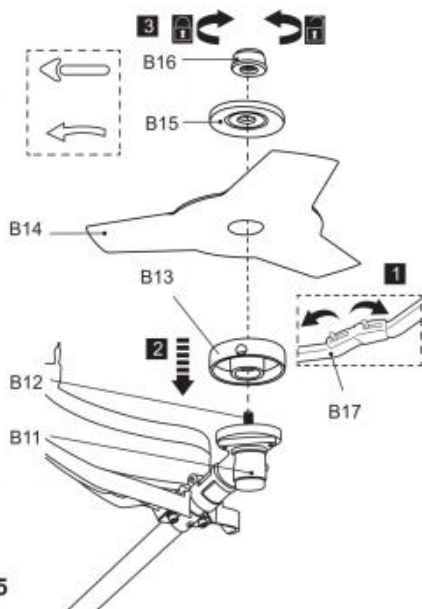

Fig. 5
7) Draai de moer (B16) linksom vast om het snijblad te bevestigen, terwijl u de spindel (B12) vergrendelt met de inbussleutel (E5). Verwijder daarna de inbussleutel (fig. 5).